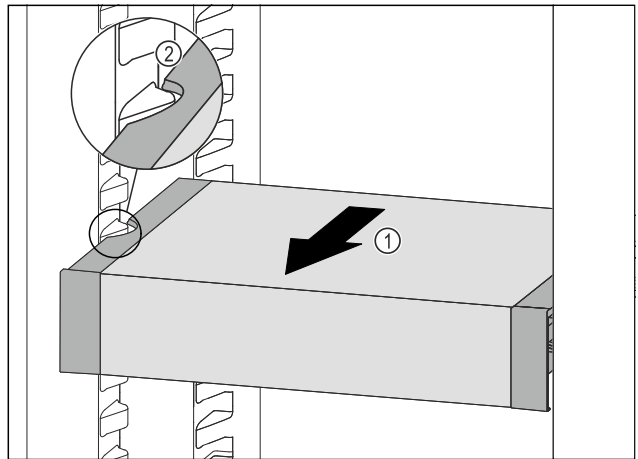

Fig. 83
- VarioSafe nach vorne ziehen Fig. 83 (1), bis sich die seitlichen Aussparungen des VarioSafes auf Höhe der Behälterrippe im Kühlteil befinden. Fig. 83 (2)